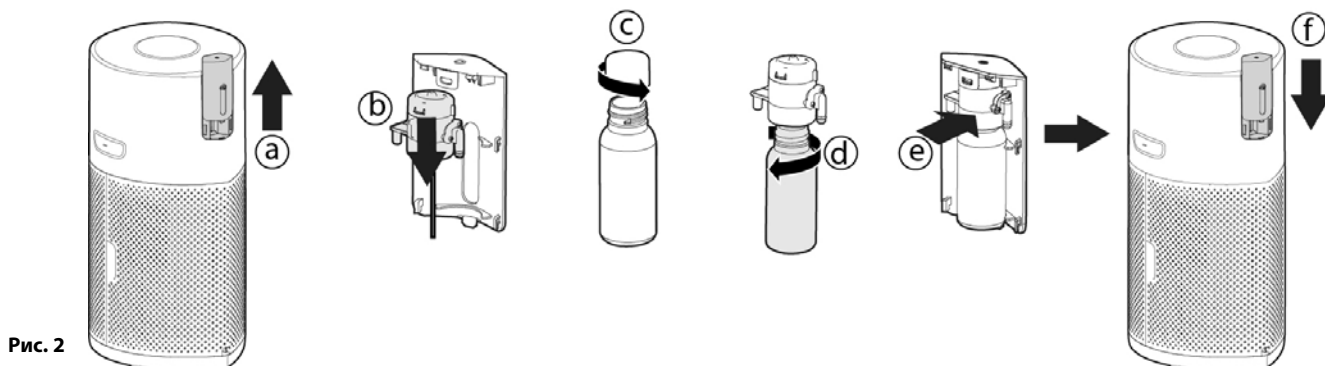

Рис. 2
2. Установка бутылочки в диффузор [Рис. 2]